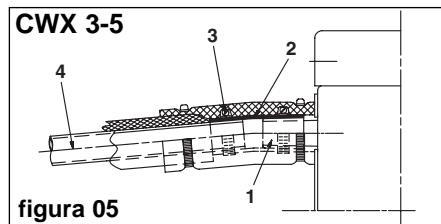

figura 05
- Collegare un tubo in PVC rigido (4) di diametro esterno 18 mm, sull'attacco d'evacuazione dell'apparecchio (1) con un tubo flessibile (2). Fissare con fascette (3). (Figura 05)